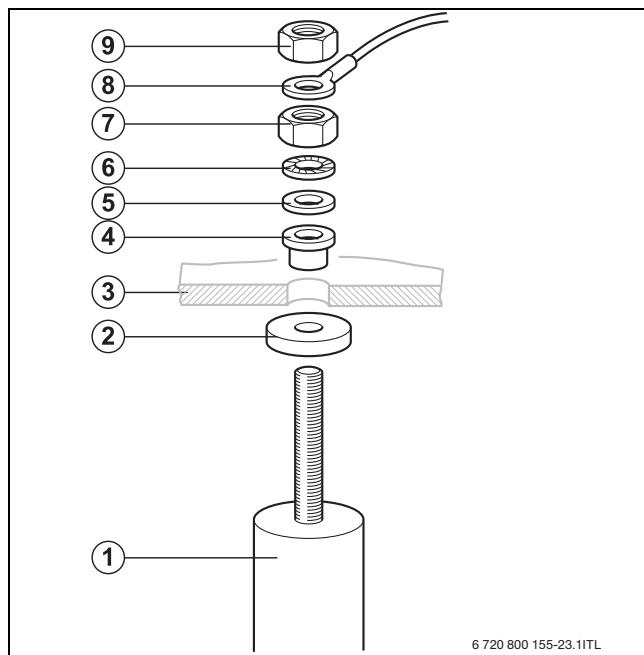

Fig. 21 Remplacer l'anode au magnésium
- Monter la nouvelle anode au magnésium avec les pièces jointes à la livraison (→ fig. 21).